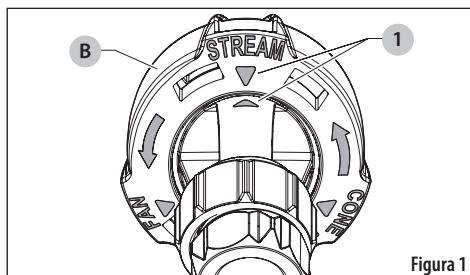

Figura 1
1. Gire la boquilla 3 en 1 (B) a la posición de boquilla deseada.
2. El extremo de la boquilla caerá en su lugar cuando los indicadores de flecha (1) se alineen. Vea la Figura 1.